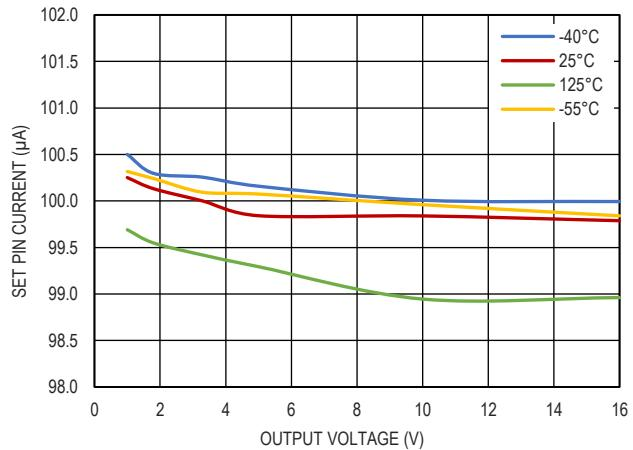

图 9. SET pin 电流和输出电压的关系
VIOC 引脚用于控制前级开关电源（例如降压、升压、降压-升压等），无论 LDO 的输出电压如何，都能保持 GM12051 两端的恒定电压，以实现效率最大化的同时又保持 PSRR 的性能。VIOC 引脚是快速单位增益放大器的输出，用于测量 IN 和 OUT 之间的差值或 1.5V ，以较高者为准。如图 9 所示，VIOC 特性简单易用。只需将 VIOC 引脚连接到前级开关电源的反馈 (FB) 引脚，就可调节 GM12051-1 的输入输出差分到开关电源的反馈电压。并联多个 GM12051-1 时，将其中一个 GM12051-1 的 VIOC 引脚连接到上游开关转换器的反馈引脚，悬浮剩余 VIOC 引脚即可。